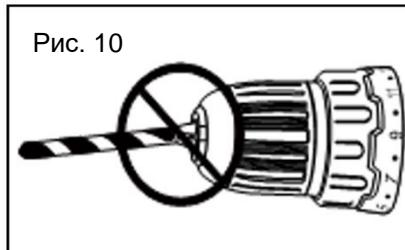

Рис. 10
**ВНИМАНИЕ!** При мягком хвостовике оснастки после короткого времени работы возможно будет необходимо подтянуть патрон. **ВНИМАНИЕ!** Никогда не закрепляйте оснастку как показано на рисунке (**Рис.10**). Оснастка должна быть зафиксирована ровно и всеми губками патрона одновременно.